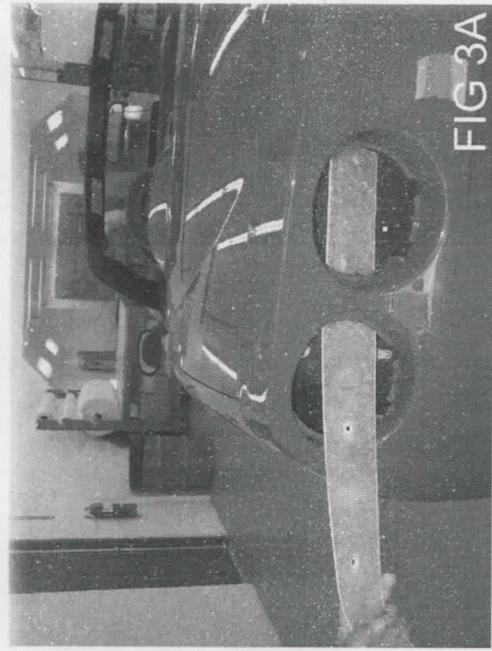

FIG 3A
6. STARTING ON THE LEFT SIDE, TAKE THE ACI LEFT HAND RETAINER AND INSERT THRU THE LEFT HAND OUTER TAILLIGHT OPENING. **(FIG.3A)** USING THE INDENTATION IN FACTORY BUMPER AS A GUIDE, FIT THE RETAINER INTO THE UNDERSIDE OF BUMPER.